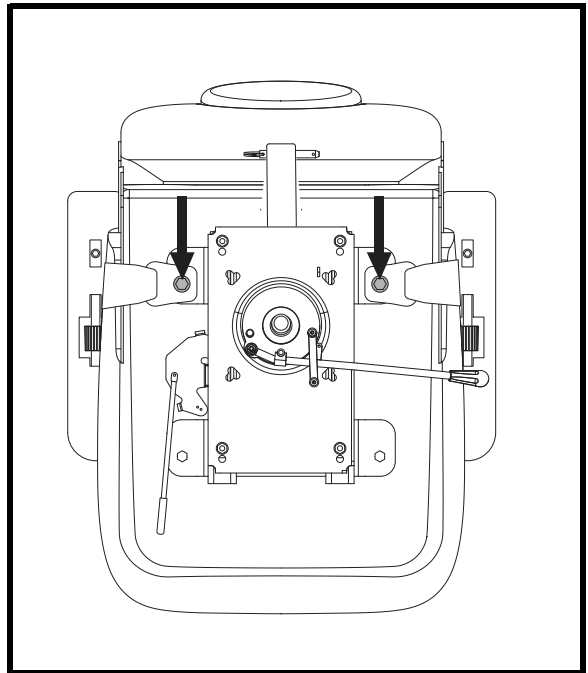

Figura 20. Bulloni per cinture di sicurezza
2. Posizionare la seduta a testa in giù per poter lavorare sulla base della seduta. **Vedere figura 20.**